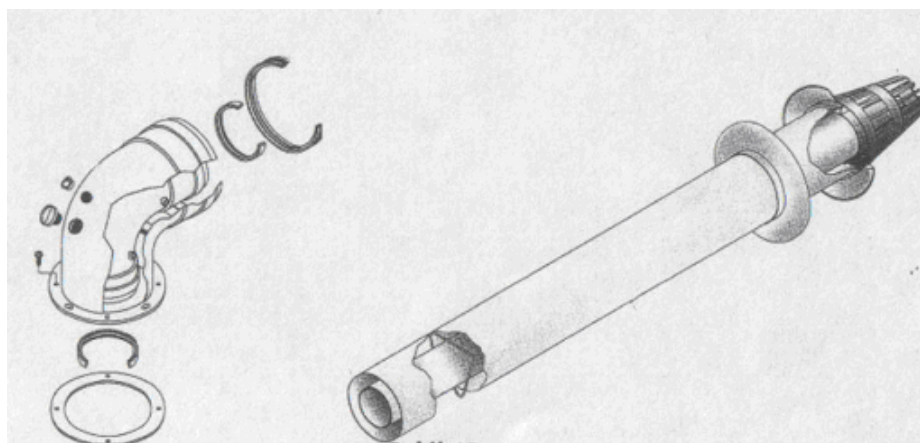

Рисунок 15
- Ø 100 мм EPDM прокладка, колено – место соединения удлинения с внутренней стороной. Располагается как показано на Рис. 15.